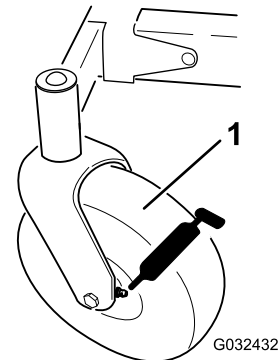

Figura 31
3. Limpie los engrasadores (**Figura 31**) con un trapo.
4. Conecte una pistola de engrasar a cada engrasador (**Figura 31**).